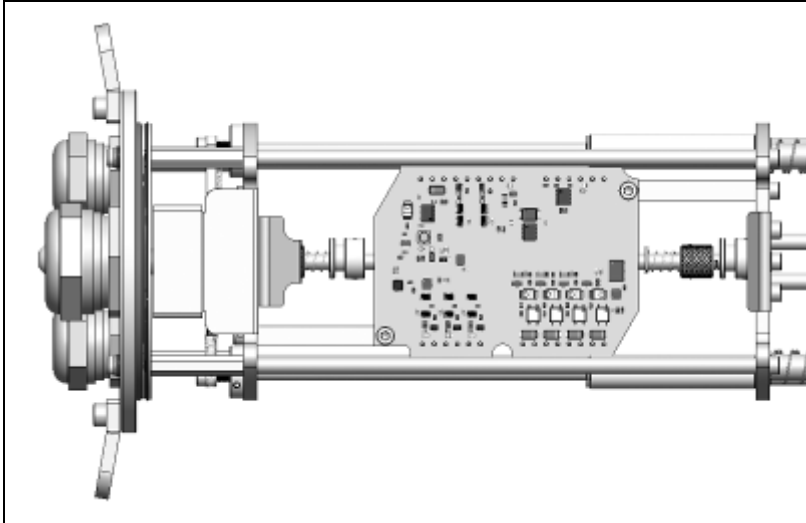

Abbildung 41: Einbau des Industrie-PIF (Ansicht von oben)
5. Fixieren Sie das Industrie-PIF mit den dafür vorgesehenen Schrauben (M3x5), wie in **Abbildung 41** dargestellt.